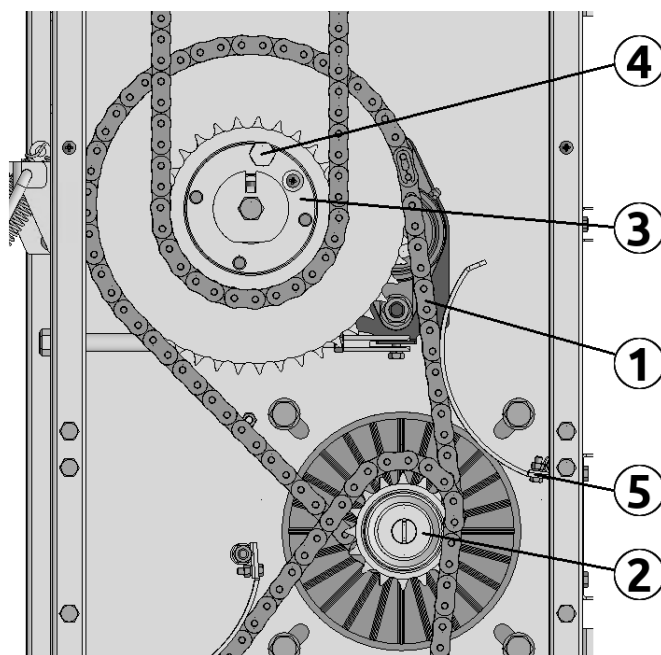

Рисунок 4.2
Блок привода (рис. 4.2) - это цепная передача (1) между приводной звездочкой на валу мотор-редуктора (2) и звездочками приводных барабанов (3).